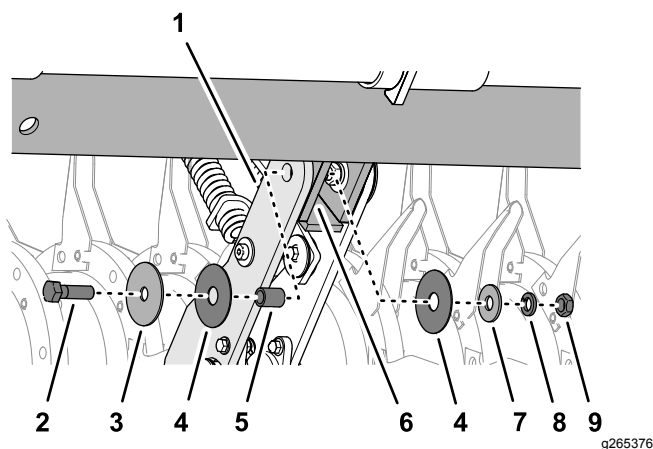

Figura 28
I 6 bracci principali oscillano liberamente in senso orizzontale e verticale per permettere all'unità di seguire il profilo del terreno. Una boccola di bronzo è pressata all'interno dei fori di snodo, tra i bracci principali e le staffe di montaggio del telaio (Figura 28).
2. Controllate che i 6 bracci principali ruotino liberamente (Figura 28).
- B. Rimuovete il bullone, il dado, le rondelle e la boccola che fissano il braccio principale alla staffa di montaggio del telaio (Figura 28) e controllate la bulloneria per escludere usura.
- C. Montate il braccio principale sulla staffa di montaggio del telaio con il bullone, il dado, le rondelle e la boccola (Figura 28).